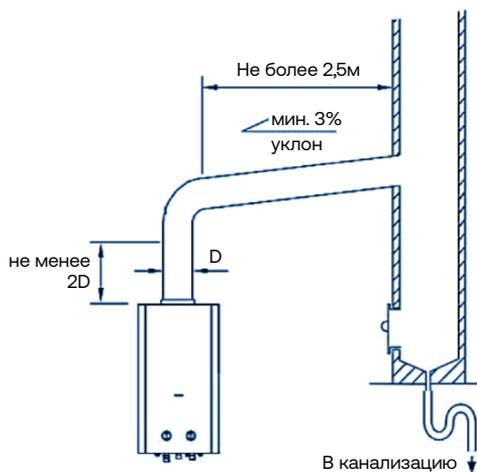

Рис.10
- При работе водонагревателя с мощностью менее номинальной возможны выпадения конденсата внутри дымохода. Поэтому рекомендуется подключать водонагреватель к дымоходу, выполненному из влагостойкого материала, способного без вредных последствий выдерживать воздействие образующегося конденсата. Желательно также предусмотреть слив образующегося конденсата из нижней части дымовой трубы в канализацию (см. рис.10);